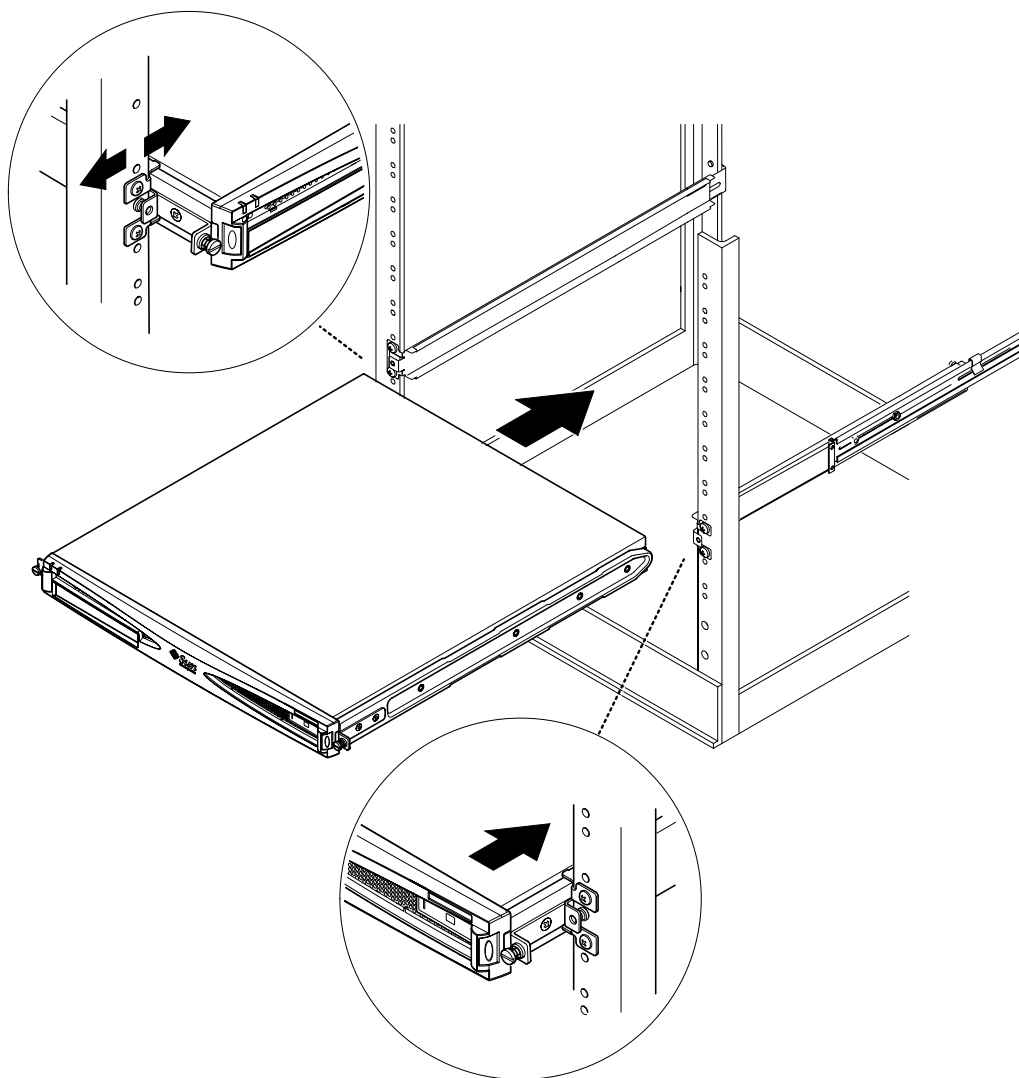

図 5-7 標準の 19 インチラックのスライドへのサーバーの搭載
7. ラックのスライドにサーバーを載せます (図 5-7 を参照)。